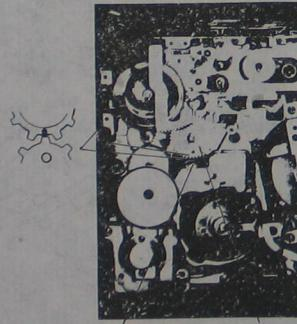

图 1-50 动作齿轮的安装
2) 将动作齿轮装入, 使动作齿轮的小孔对着加载齿轮的小凸块, 如图 1-50 所示, 以确保加载齿轮仍然处于完全卸载状态。